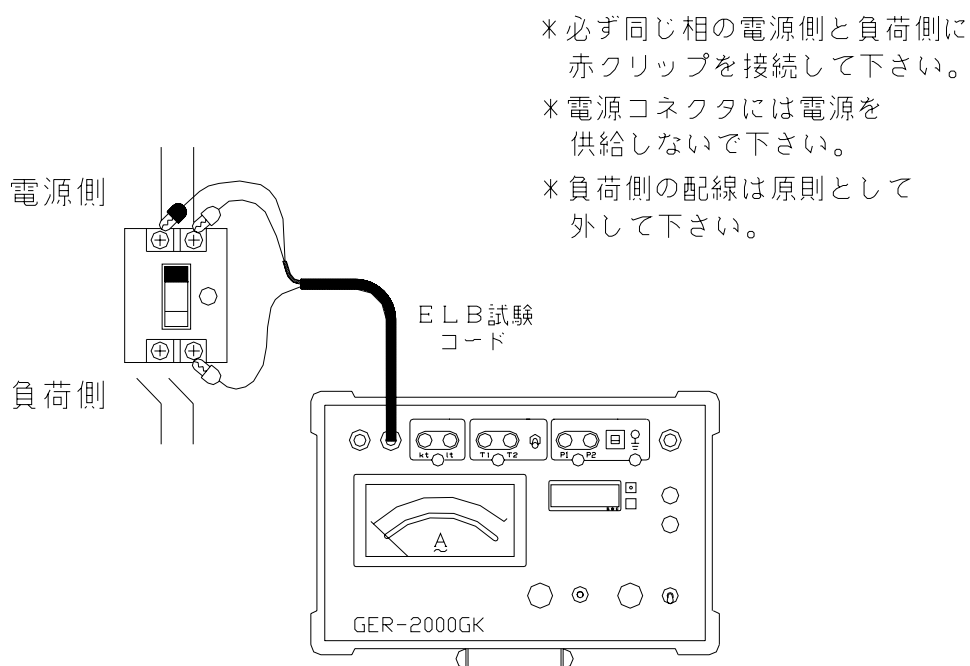

図5：試験回路図—单相2線式の場合
3. 以上のような点を注意し、試験回路を構成します。(図5、6)